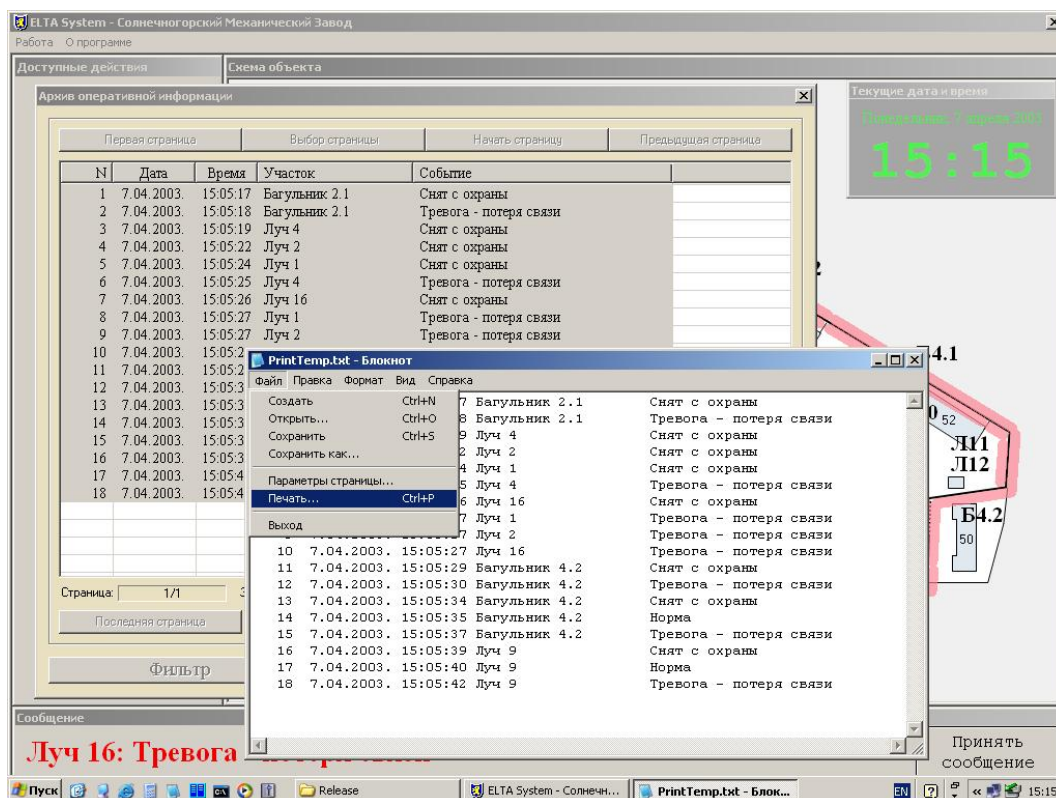

Рис.2.12.
2.6.3. В строке меню блокнота кликните на кнопке «Файл». Раскроется подменю (рис.2.12).